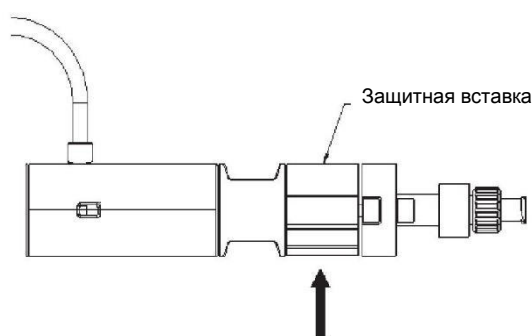

Рис. 7. Снятие защитной вставки
- ✧ Система доставки должна оставаться в неподвижном состоянии. Снять защитную вставку с ручки системы доставки (Рис. 7).